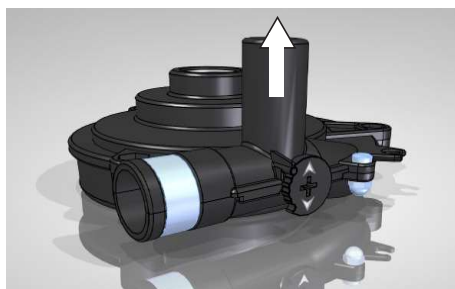

Fig 7.6.2 Bomba configurada en la posición de **circulación EXTERNA.**
- Circulación **EXTERNA**: El agua sale de la bomba por el tubo vertical (Ver fig 7.6.2). Esta configuración permite el envío de líquido a un circuito de circulación exterior para atemperar, refrigerar, etc... un equipo externo. Configuración de fábrica.